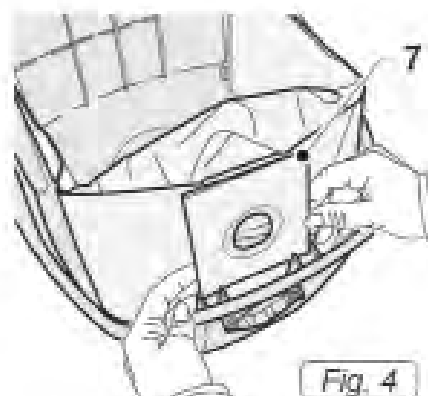

Fig. 4
4. Retirez le sac filtrant en tirant le carton (7 fig.4) hors des fentes et jetez-le.
5. Placez le nouveau sac filtrant en appuyant sur le carton (7 fig.4) dans les fentes prévues à cet effet.